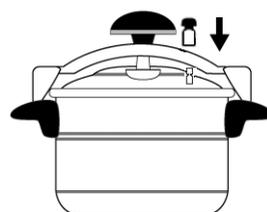

FIG.4
4. Coloque la pesa (9) sobre la chimenea (10) (FIG.4).